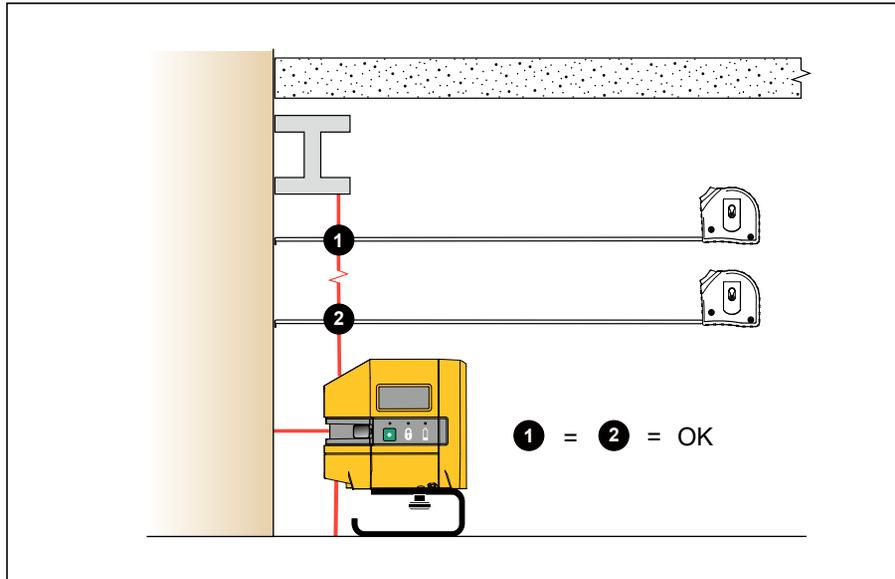

Figura 5. Verificar o prumo de um item existente
2. Meça a distância do item para o laser em diversas distâncias do produto. Veja a Figura 5.